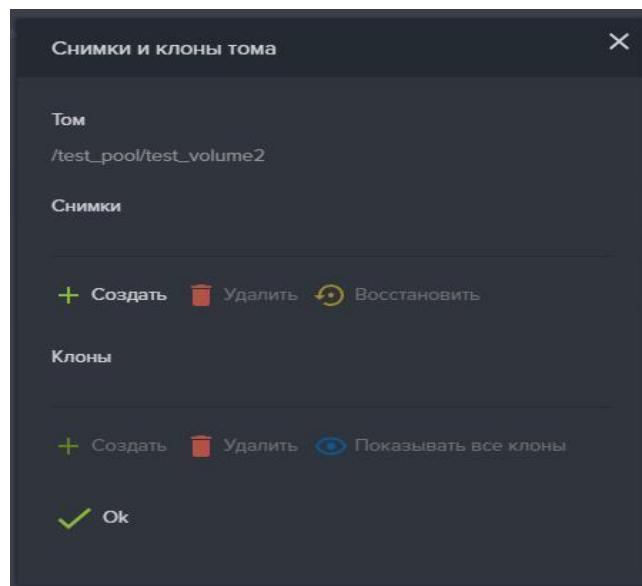

Рисунок 90. Создание снимка Тома
- В открывшемся окне нажмите кнопку «Создать» в разделе «Снимки» (см. Рисунок 90);